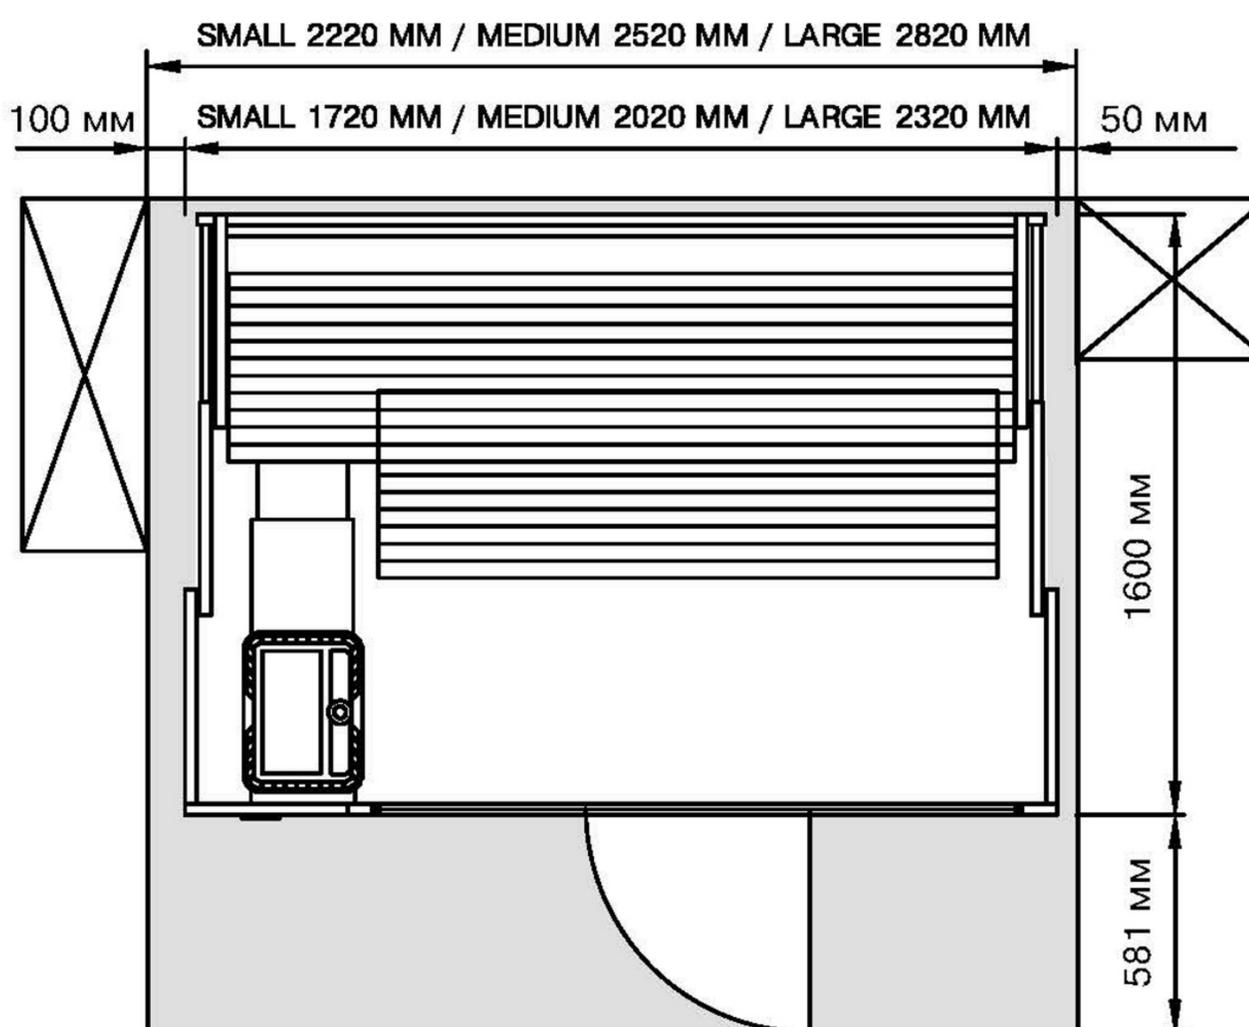

Рисунок 10
- Специальные способы сборки: левая стена или правая стена и монтаж в нише [см. рис. 10, 11, 12].